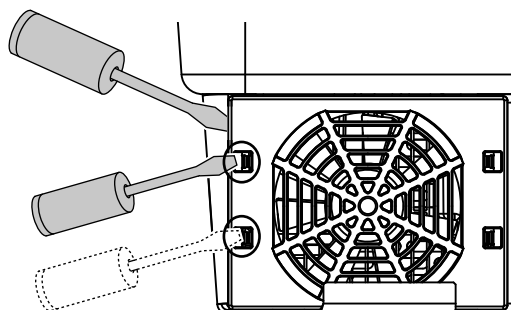

Fig. 64: Soltar as patilhas de fixação
3. Com uma segunda chave de fendas, pressione as patilhas de fixação para o centro do ventilador. Levante ligeiramente a unidade de ventilação.  **Fig. 64**